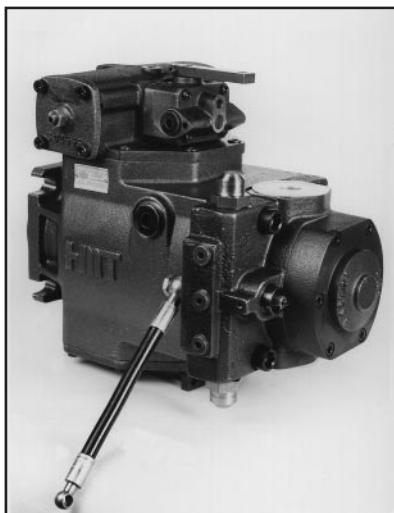

Fig. 18
*5.4.11 - A questo punto si può montare la pompa di sovralimentazione e il relativo tubo di alimentazione del comando (78) (fig.18) con tutti gli altri componenti (76), (77), (99) e (100).*
5.4.11 - Assemble boost pump with control feeding hose (78) (fig.18) with all remaining components, that is: (76), (77), (99), (100).